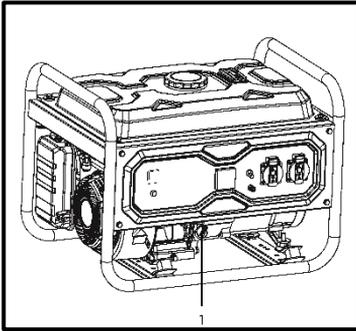

Рис.8
Замена масла (Рис. 8)
- Открутите винт для слива масла (1) и слейте её в ёмкость (Рис. 8);